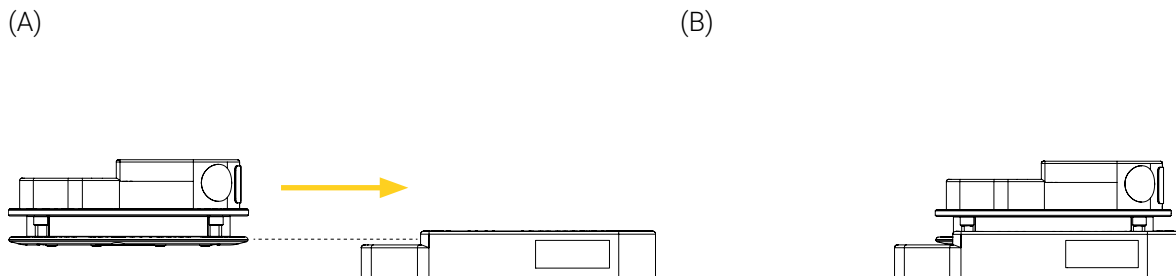

Figure 6: Installation du Convertisseur de surface Pro sur la base
1. Aligner et insérer le disque inférieur standard du Convertisseur de surface Pro dans la Base de Fixation Standard ou la Base de Fixation Allongée horizontalement, jusqu'à ce qu'il se verrouille (Figure 6).